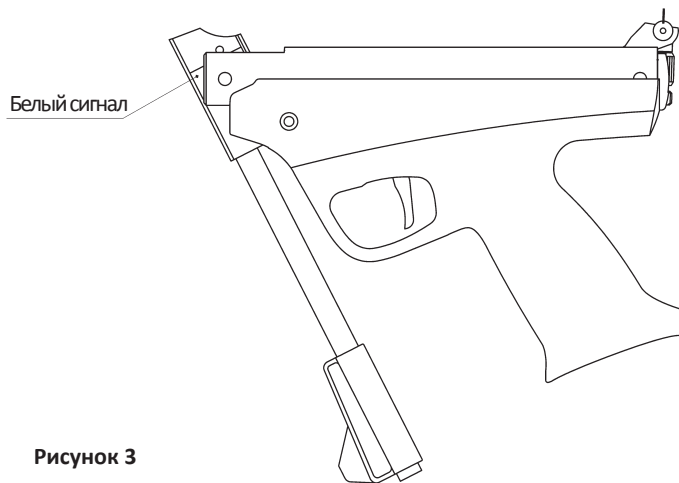

Рисунок 3
- повернуть ствол вокруг оси до крайнего заднего положения, при этом, преодолевая сопротивление боевой пружины, Вы поставите поршень на боевой взвод (виден белый сигнал на ствольной муфте – соответствует положению “предохранитель включен”, рисунок 3);